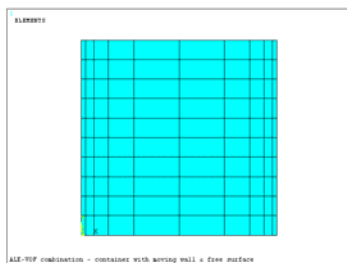

图 9-64 划分网格后的模型
⑦依次选择 Main Menu→Preprocessor→Meshing→Mesh→Areas→Mapped→3 or 4 sided, 会弹出“Mesh Areas”对话框, 单击“Pick All”按钮, 划分的网格模型如图 9-64 所示。